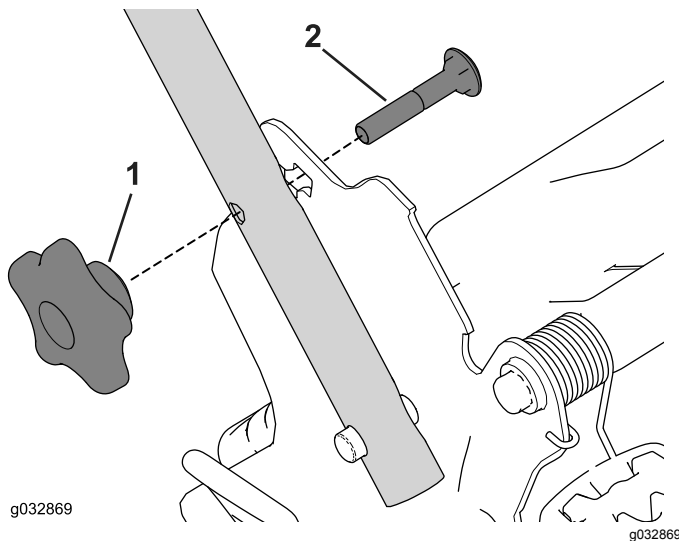

Bild 22
2. Entfernen Sie die zwei Holmhandräder und zwei Schlossschrauben von den Holmhalterungen (Bild 22).